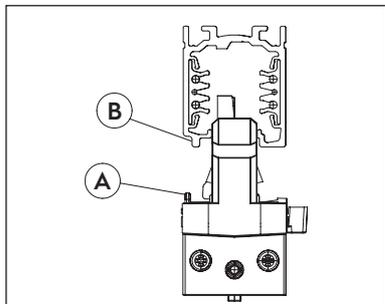
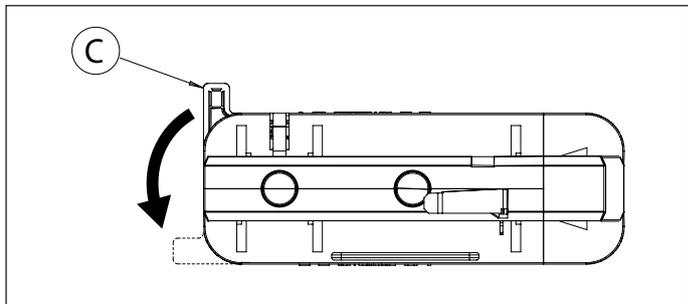

Fig. 3 Chiave meccanica
Fig. 4 Rotazioni camme
Den Adapter in so in die Stromschiene stecken, dass der mechanische Schlüssel (A) vom Adapter in der Aussparung (B) an der Schiene zu sitzen kommt (Abb. 3). Drehen Sie den Nockenhebel (C) um ca. 90° drehen, bis er einrastet (Abb. 4).